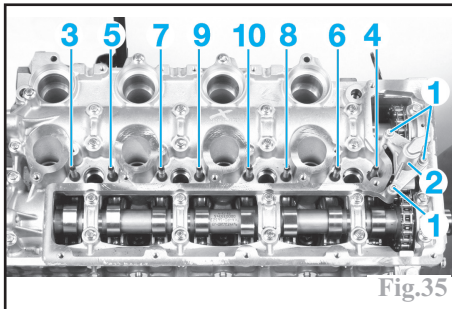

Fig.35
- les trois vis (1) du tendeur de chaîne (2) (Fig.35).
- le tendeur de chaîne de distribution (2).
- les colonnettes de fixation d'injecteur dans l'ordre indiqué de (3) à (10).